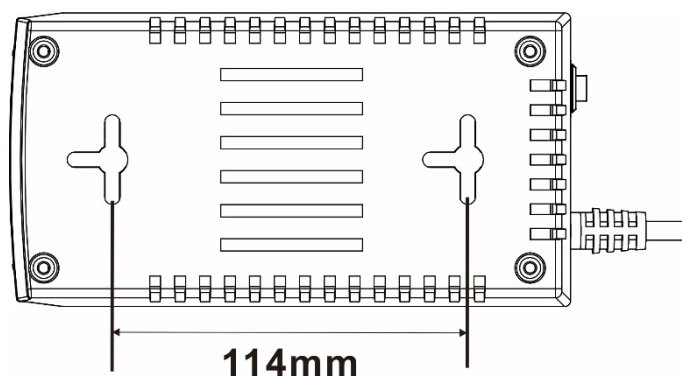

Рисунок 1 (Расстояние между отверстиями 114мм)
2. Острым гвоздем проколите центр двух концов, чтобы сделать отметку на стене. (см. Рисунок 1 ниже).